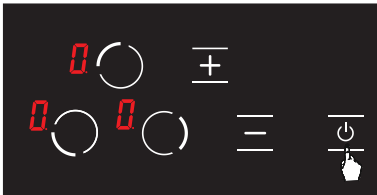

Abbildung 11
1. **P** durch Berühren der Taste kann der Herd eingeschaltet werden. (siehe Abb. 11)